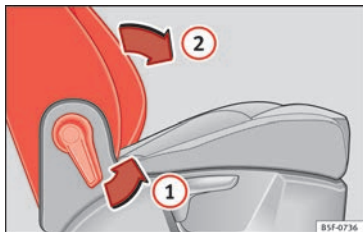

Fig. 152 Siège du passager avant : levier pour rabattre le dossier.
- Tirez le levier ① » **fig. 152** et appuyez sur le dossier vers l'avant ② de façon à ce que le dossier se trouve en position horizontale.